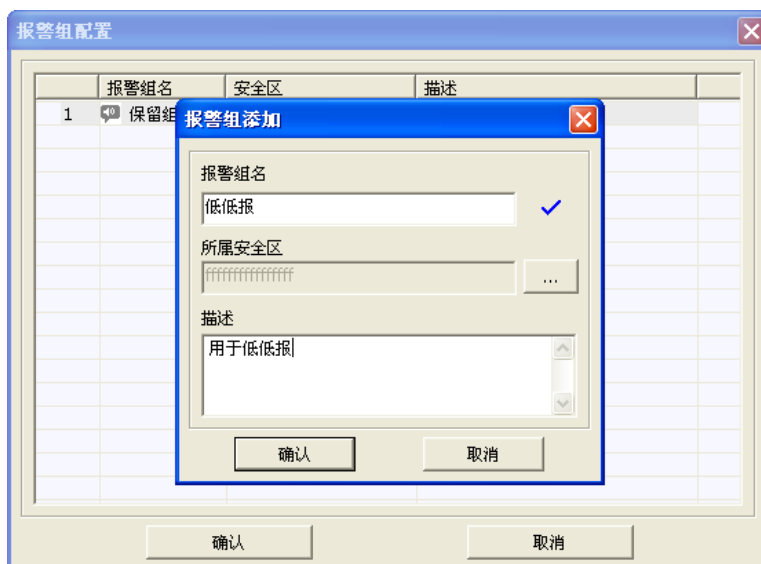

图 9-21 报警组添加
(2) 用户可以根据需要添加报警组，在空白处右键点击“添加报警组”，可弹出报警组添加窗口，用户可以根据需要定义自己所需的报警组，如图 9-21 所示。